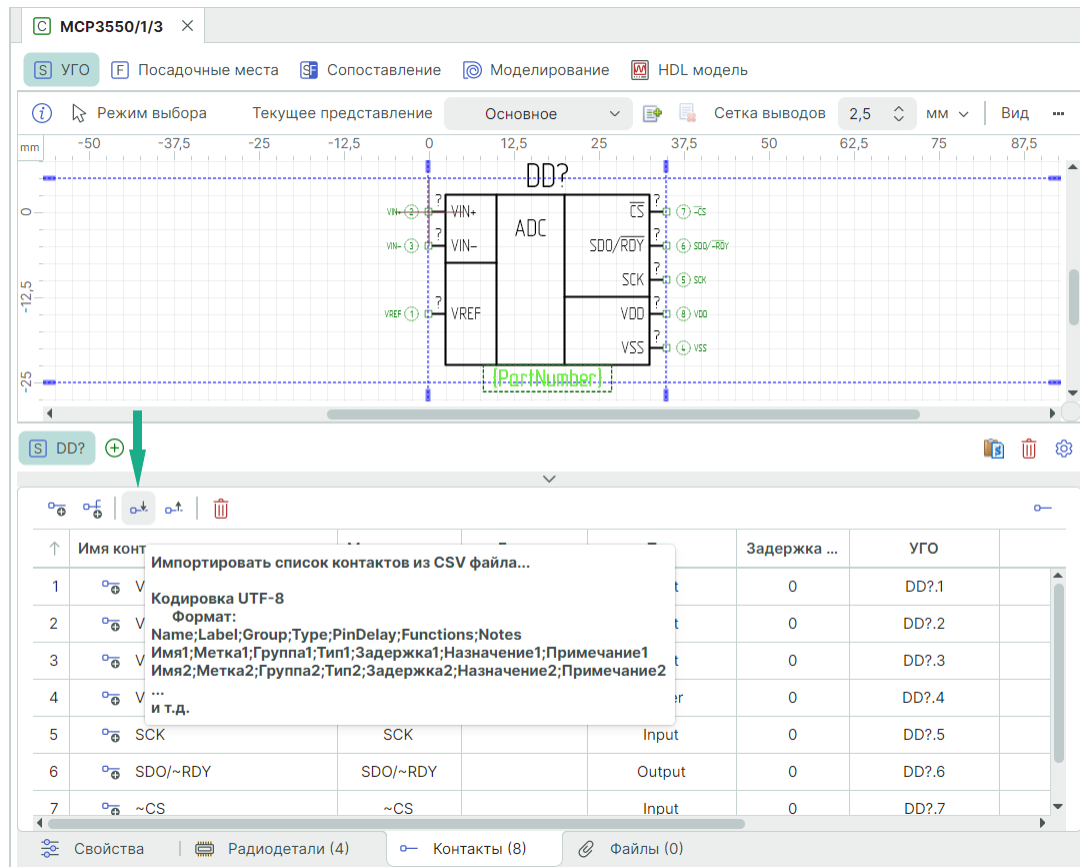

Рис. 270 Импорт контактов
1. Нажмите символ  «Импортировать список контактов из CSV файла...», см. Рис. 270.